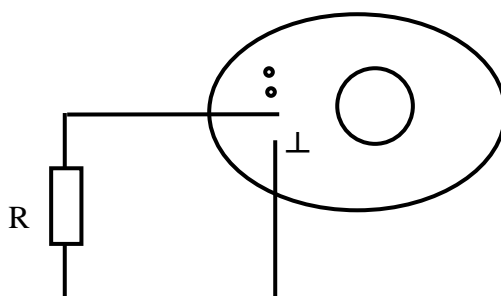

Рисунок 5 – Присоединение мультиметра как омметра
9. Рисунок 5 – Присоединение мультиметра как омметра